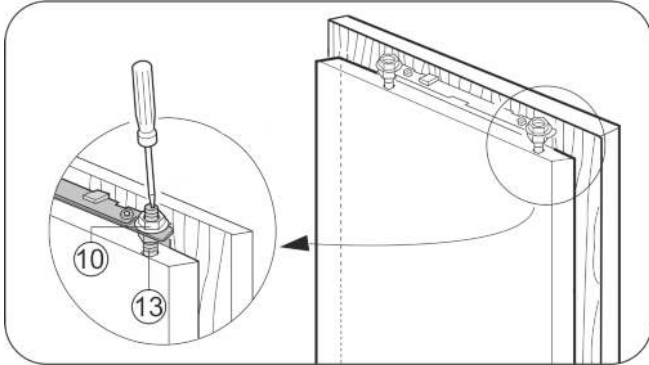

Fig. 22
- ▶ Затяните контргайки Fig. 22 (10) шестигранным ключом на 13, при этом регулировочные болты Fig. 22 (13) удерживайте от проворачивания отверткой.